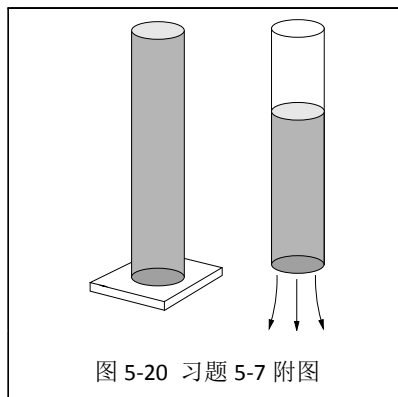

图 5-20 习题 5-7 附图
**5-7** 一圆管内充满非牛顿流体（Bingham 流体），如图 5-20 所示。该流体切应力与速度梯度符合下述模型